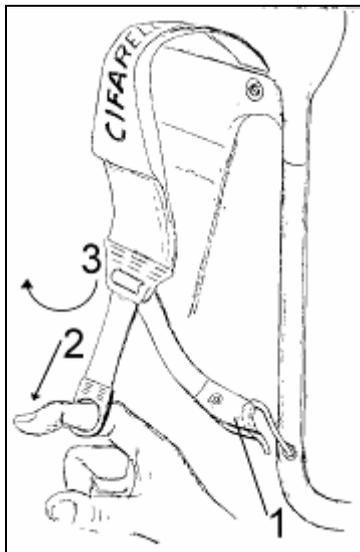

Рис. 5 Ремни
- 2 При необходимости отпустите, как показано на рис. 5 повернув застежку в направлении 3.
- 5 Затяните лямку пластиковым кольцом Рис. 5 направление 2.
Лямки легко и просто регулируются по длине. Лямки должны крепиться к рамке опрыскивателя, как показано на рис. 5 поз.1 .
Для натяжения лямок используйте пластиковые кольца Рис.5 поз. 2.
Для удлинения лямок поверните пластиковый замок Рис.5 в направлении 3.
<p>ВНИМАНИЕ  ВСЕГДА ПРОИЗВОДИТЕ РЕГУЛИРОВКУ С ВЫКЛЮЧЕННЫМ ДВИГАТЕЛЕМ И КНОПКОЙ В ПОЗИЦИИ "STOP".  В СЛУЧАЕ ОПАСНОСТИ ВЫ МОЖЕТЕ ЛЕГКО СКИНУТЬ ОПРЫСКИВАТЕЛЬ, ОТПУСТИВ ЛЯМКИ (РИС. 5 НАПРАВЛЕНИЕ 3)</p>